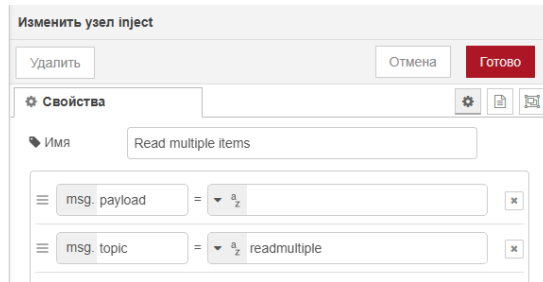
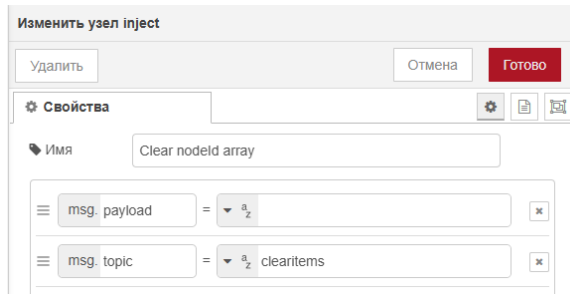

Рис. 3.40. Окно настроек узла Inject для чтения нескольких тегов
Рис. 3.41. Окно настроек узла Inject очистки массива идентификаторов узлов
3. На вход узла OPC UA Client добавьте узлы Inject для чтения нескольких тегов (см. рис. 3.40) и очистки массива идентификаторов узлов (см. рис. 3.41).